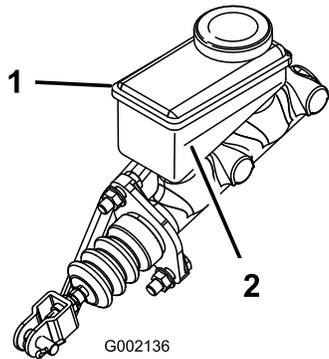

Bild 15
- Lesen Sie den Flüssigkeitsstand am Stutzen an der Seite des Behälters ab (Bild 15).
- Füllen Sie DOT 3-Bremsflüssigkeit in den Behälter, bis der Füllstand über der Minimum-Markierung liegt (Bild 15).
- Setzen Sie die Gummiblende oben am Armaturenbrett ein (Bild 15).